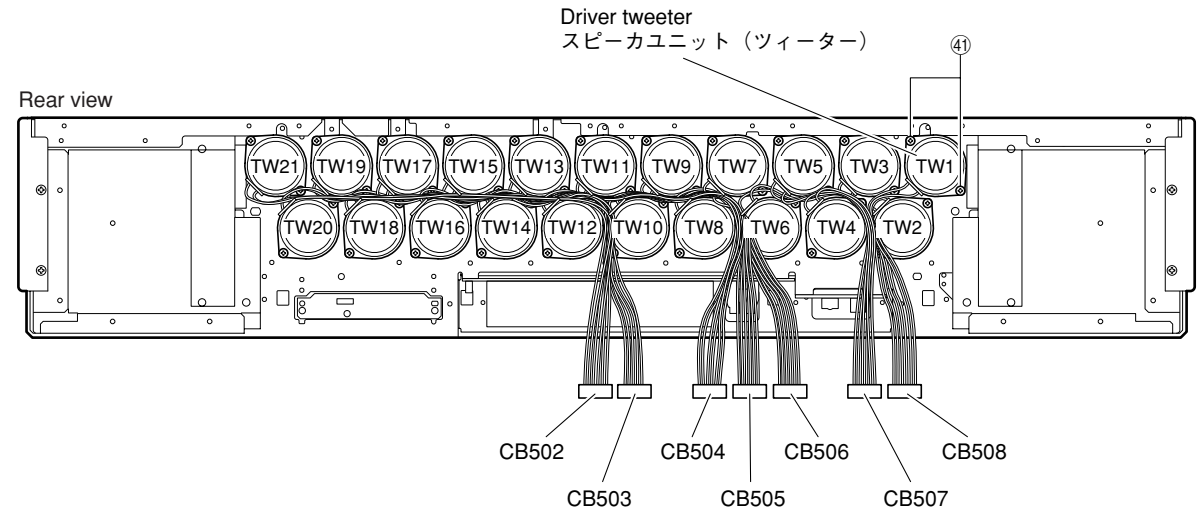

Fig. 12
- f. Remove 2 screws/piece (41). (Fig. 12)
- g. Remove driver tweeter. (Fig. 12)
- * Make sure that all the removed driver tweeter parts are reinstalled at specified positions. (Fig. 12)
- f. 41のネジ2本/個を外します。(Fig. 12)
- g. スピーカユニット(ツイーター)を取り外します。(Fig. 12)
- * 取り外したスピーカユニット(ツイーター)は、すべて決められた位置に取り付けてください。(Fig. 12)
Caution: Make sure that all the removed driver (tweeter) parts are reinstalled at specified positions. (Fig. 12)
注意: 取り外したスピーカユニット(ツイーター)はすべて決められた位置に取り付けてください。(Fig. 12)